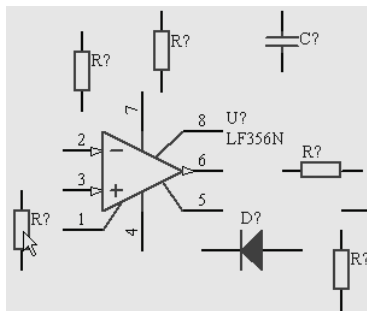

图 3-13 元件被移动到新位置
(2) 把元件移动到合适的位置放开鼠标左键，元件就被移动到该位置，如图 3-13 所示。